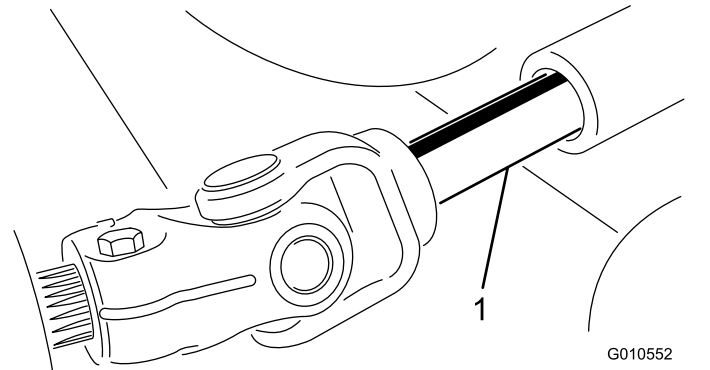

Figura 26
3. Rode a unidade de corte afastando-a da unidade de tração, separando as secções macho e fêmea do veio da tomada de força (Figura 26).
- Deslize o veio macho da tomada de força ao veio fêmea da tomada de força (Figura 26).